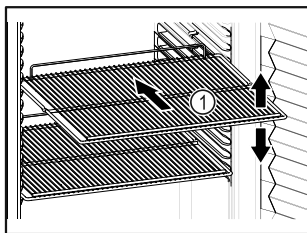

Fig. 64 Приблизне відображення
- ❑ Якщо решітки для зберігання Fig. 64 (1) знімні, відрегулювати по висоті.